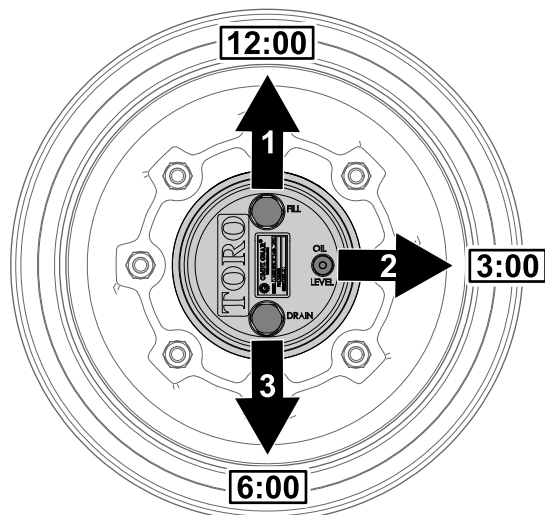

Figura 65
- Parcheggiate la macchina su una superficie pianeggiante, posizionate la ruota in modo che il tappo di riempimento si trovi nella posizione a ore 12, il tappo di controllo nella posizione a ore 3 e il tappo di spurgo nella posizione a ore 6 (Figura 65).
- Rimuovete il tappo di controllo nella posizione a ore 3 (Figura 65).
1. Parcheggiate la macchina su una superficie pianeggiante, posizionate la ruota in modo che il tappo di riempimento si trovi nella posizione a ore 12, il tappo di controllo nella posizione a ore 3 e il tappo di spurgo nella posizione a ore 6; fate riferimento alla Figura 65 in Controllo del lubrificante della trasmissione degli ingranaggi a ruotismo planetario (pagina 63).